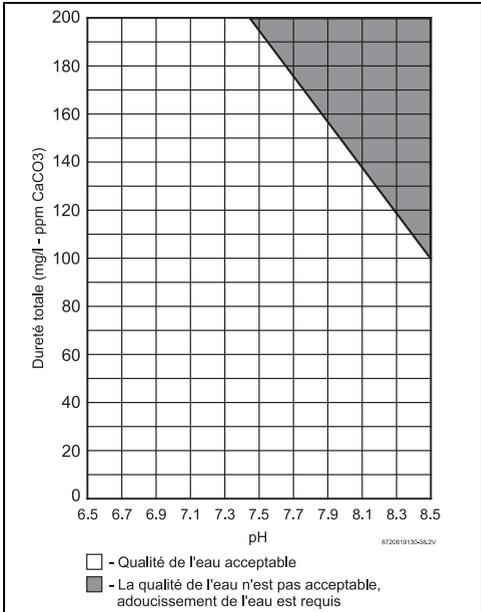

Fig. 12 Dureté totale et pH de l'eau
La qualité de l'eau peut influencer la durée de vie de l'appareil. L'eau alimentant le RTG-K-199/160N/X2 doit être conforme avec le tableau 11 et fig. 12.
Pour connaître les données d'analyse de l'eau, il convient d'appeler votre service local de l'eau ou, en cas d'installation avec de l'eau de puits, de faire analyser régulièrement l'eau. Un entartrage important se formera si la combinaison de la dureté totale de l'eau et du pH dépasse les valeurs spécifiées dans la fig. 12 (zone grise), Bradford White recommande de consulter un professionnel local du traitement de l'eau pour des options d'adoucissement/de conditionnement de l'eau.
1. Les valeurs maximales de dureté totale et du pH doivent être évaluées en combinaison. Les valeurs maximales indiquées seront réduites selon la fig. 12.